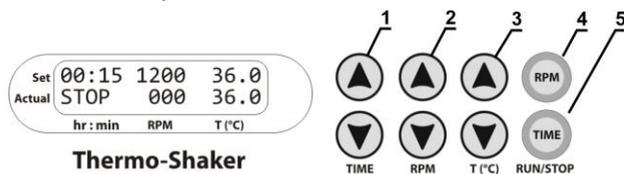

Рисунок 1. Панель управления
- 5.4.1 **Установка времени (TIME).** С помощью соответствующих кнопок ▼ и ▲ (рис. 1/1) установите необходимый интервал времени в часах и минутах (шаг 1 мин.).
- 5.4.2 **Установка скорости перемешивания (RPM).** С помощью соответствующих кнопок ▼ и ▲ (рис. 1/2) установите необходимую скорость (шаг 10 об/мин).
- 5.4.3 **Установка температуры (T, °C).** С помощью соответствующих кнопок ▼ и ▲ (рис. 1/3) установите необходимую температуру (шаг 0,1°C).
**Внимание!** Термостатирование платформы можно остановить, только понижая температуру кнопкой T(°C) ▼ (рис. 1/3, нижняя кнопка) до индикации OFF в верхней строке дисплея. В этом режиме прибор можно использовать в холодных помещениях как перемешивающее устройство без термостабилизации.
5.5.2 Нажмите кнопку **RPM-RUN/STOP** (рис. 1/4). При этом начинается движение платформы, и таймер начнет отсчет установленного интервала времени (с точностью до 1 мин.).
- 5.8 При необходимости можно перезапустить таймер во время его работы. Для этого дважды нажмите кнопку **TIME RUN/STOP** (рис. 1/5), первый раз для остановки таймера, второй - для повторного запуска.
**Внимание!** Движение платформы прекращается автоматически по истечении установленного времени. Термостатирование платформы можно остановить, только понижая температуру кнопкой **T(°C) ▼** (рис. 1/3, нижняя кнопка) до индикации OFF в верхней строке дисплея.